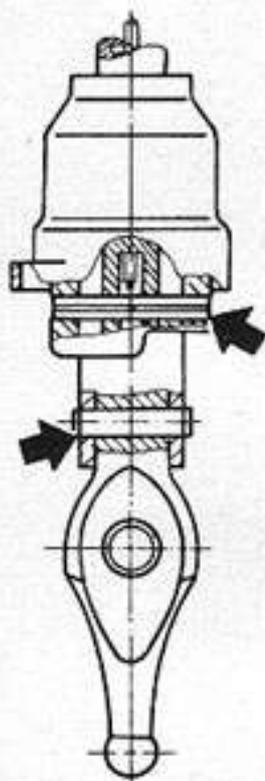

Fig. 38 - Sujeción del dedo de cambios y el cable de accionamiento
4. Sacar el dedo de cambios (Fig. 38).